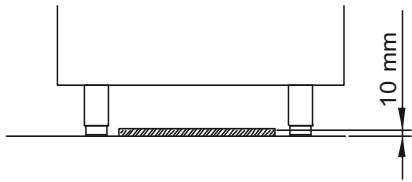

FIG.1
**La temperatura al suolo può superare i 65°C. Se il materiale del suolo è infiammabile o non resistente a questa temperatura, occorre sistemare tra l'apparecchio e il pavimento un materiale isolante con spessore non inferiore a 10mm (per esempio ceramica), o materiale riflettente (per esempio acciaio) (Fig. 1).**